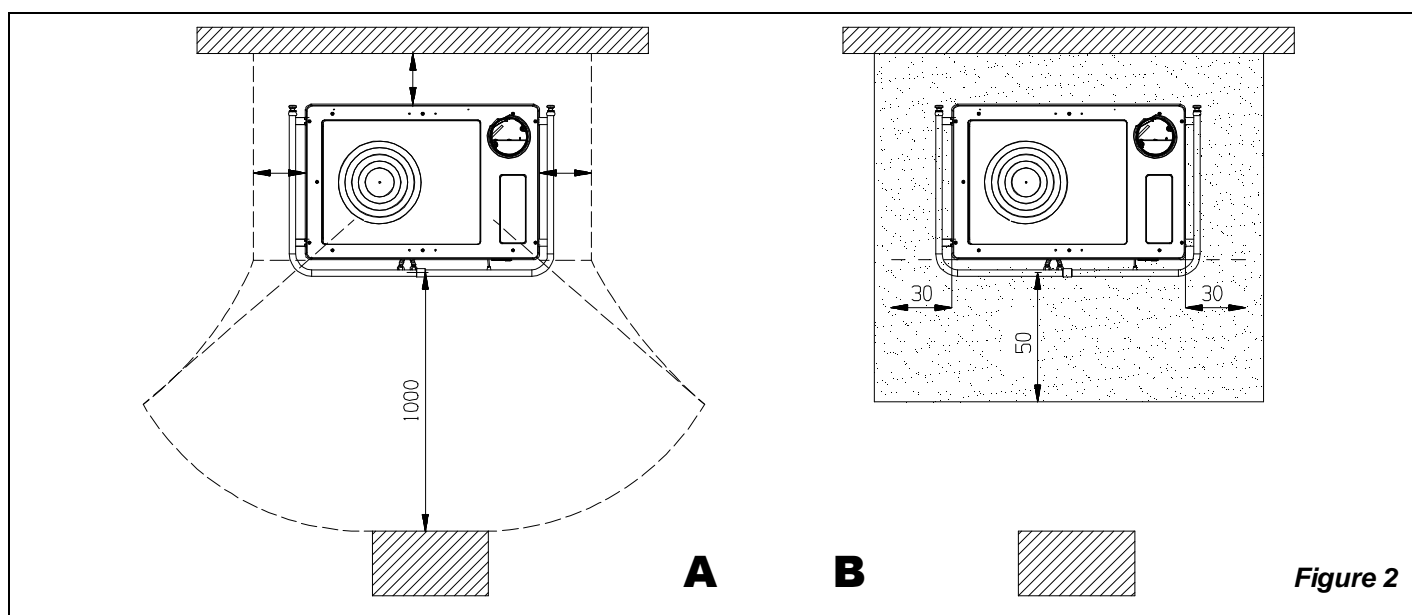

Figure 2
- pour assurer une isolation thermique suffisante, respecter la distance minimale de sécurité entre le poêle et les éléments de construction et objets inflammables et sensibles à la chaleur (meubles, revêtements en bois, tissus, etc.) (voir Figure 2). **Toutes les distances minimales de sécurité sont indiquées dans l'étiquette du produit et on il NE FAUT PAS descendre au-dessous des valeurs indiqués.**
- si le produit est installée sur un sol de matériau inflammable, prévoir une base ignifuge. **Les sols composés par matériaux inflammables**, comme moquette, parquet ou liège etc., **doivent être remplacés** pas une couche de matériel pas inflammable, par exemple céramique, pierre, vitre ou acier etc. (dimensions selon les dispositions régionales). **Si le remplacement du sol n'est pas possible, l'appareil doit être placé sur une dalle en pierre ou en béton d'une épaisseur minimum 12 cm.** Le fond doit dépasser frontalement d'au moins **50cm** et latéralement d'au moins **30cm** au-delà de l'ouverture de la porte de charge, (voir Figure 2 B)